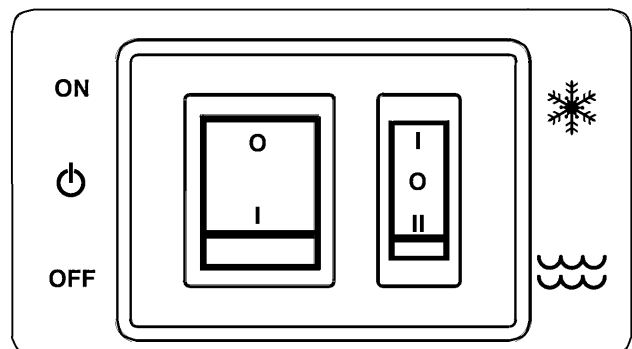

Fig. 6
- Activer la touche pour la congélation ayant le symbole du flocon de neige (position I du petit interrupteur sur la fig. 6).
REMARQUE : si l'on souhaite passer de la modalité de CONGÉLATION à celle de DÉGIVRAGE, il suffit de configurer la position II de la petite touche (Fig. 6).
- Désactiver l'interrupteur général A situé sur le côté droit de la machine (fig. 6) et déconnecter le câble d'alimentation du réseau.